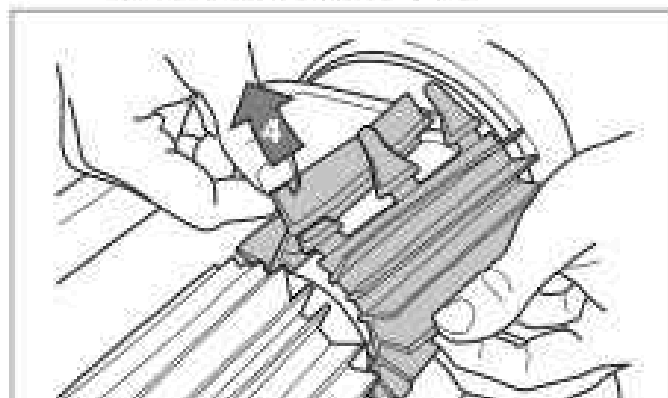

Figure 29. Tirer les onglets à travers chaque fente
4. Enfilez chaque languette dans la fente fournie et introduisez-la délicatement jusqu'à ce que le talon sorte de l'autre côté de la fente (Figure 29).